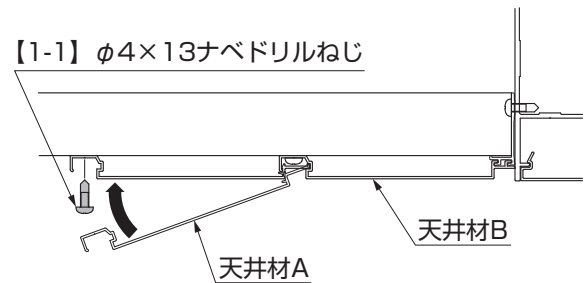
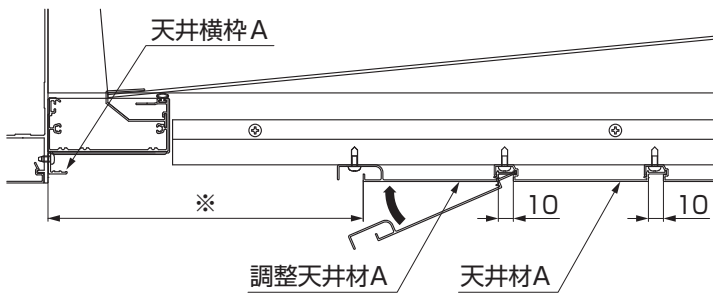
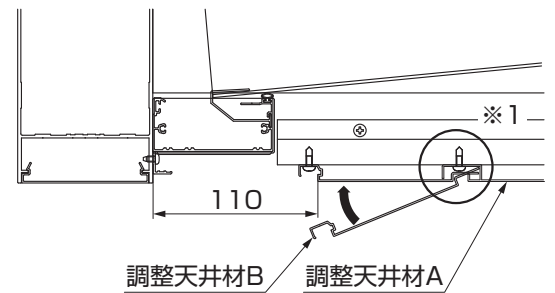
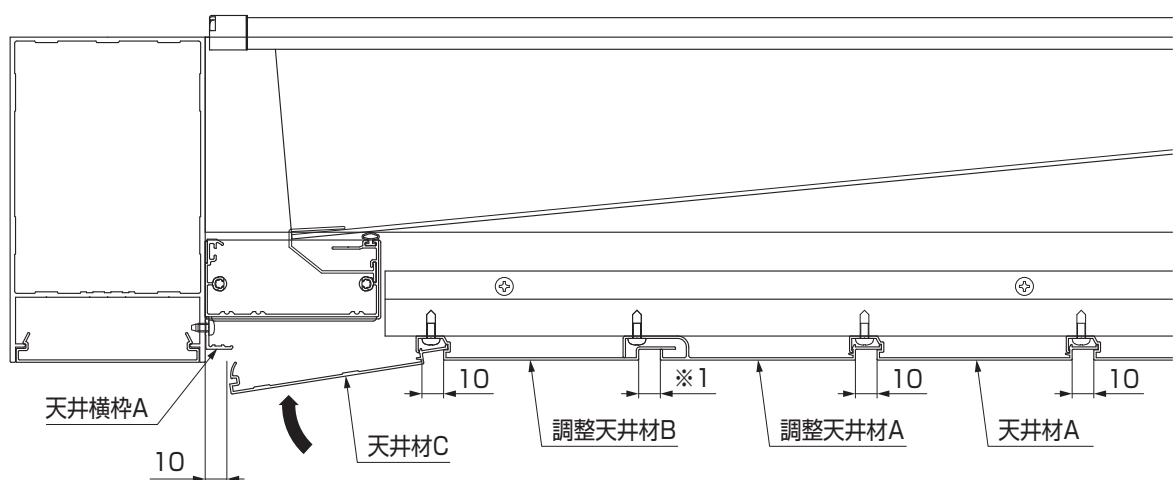

図4-33 天井材Aの取付け
図4-34 調整天井材Aの取付け
図4-35 調整天井材Bの取付け
図4-36 天井材Cの取付け
- ③天井材Aを繰り返し取付けて、残り3枚になった所でフレームと天井材Aの寸法を測り、目地幅を決めて調整天井材AとBを【1-1】で取付けて最後に調整天井材Bに天井材Cを吻合させて、天井横枠Aに吻合して取付ます。(P.20 図4-33、図4-34、図4-35、図4-36参照)
① ※調整天井材Aを取付けた後、フレームと調整天井材Aの寸法を測り、調整天井材Aと調整天井材Bの目地(※1)を決めてから取付けてください。(調整天井材Bとフレームまでは、110mmとし、天井材Cとフレームとの目地は10mmとしてください。)図4-35と図4-36を参照